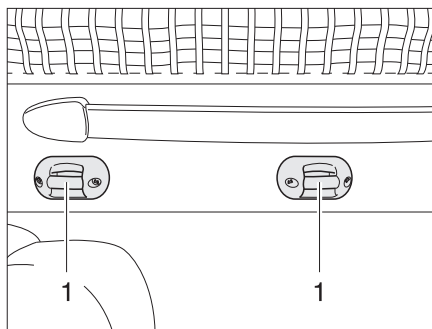

Fig. 166 Supporto scaletta di accesso
- Agganciare la scaletta di accesso al letto basculante con i due archetti incorporati nelle graffe (Fig. 166,1).